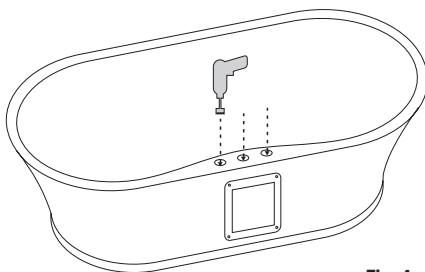

Fig. 4
9. Au moyen de ruban adhésif, couvrir la zone du tablier où vous avez choisi d'installer la robinetterie. En prenant un soin extrême, marquer et vérifier les centres des trous selon les directives du fabricant du robinet. Vérifier également que l'emplacement que vous avez choisi n'interférera pas avec le trop-plein situé en dessous. Percer les trous requis à travers le tablier de la baignoire au moyen de scies-cloches de la taille appropriée. Une fois terminé, retirer le ruban adhésif. Voir la Fig. 4.